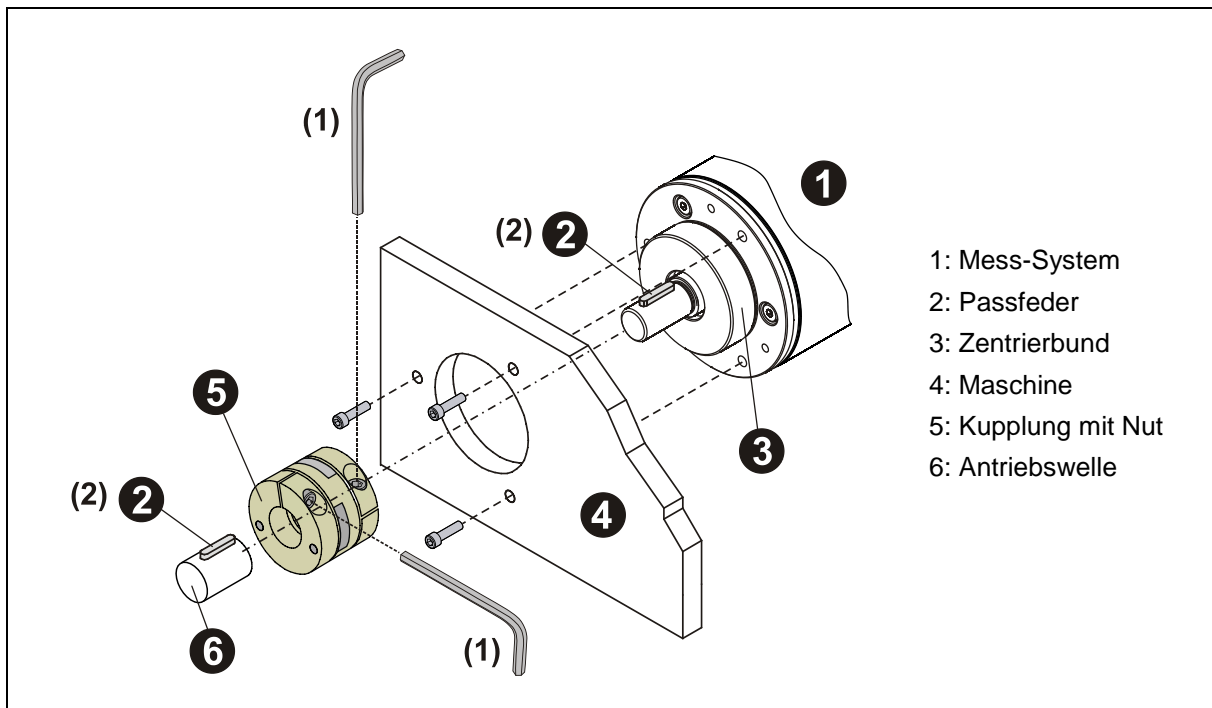

Abbildung 1: Flansch-Montage
- Axiales Verrutschen des Mess-Systems auf der Antriebswelle ist durch die Fixierung der Kupplung zu verhindern, siehe Abbildung 1, (1).
- Grundsätzliche Empfehlung: Radiales Verrutschen (Schlupf) des Mess-Systems auf der Antriebswelle sollte mittels Formschluss durch den Einsatz einer Passfeder- / Nut-Kombination (Abbildung 1, (2)) verhindert werden, in dem Fall ist eine Kupplung mit Nut zu verwenden.